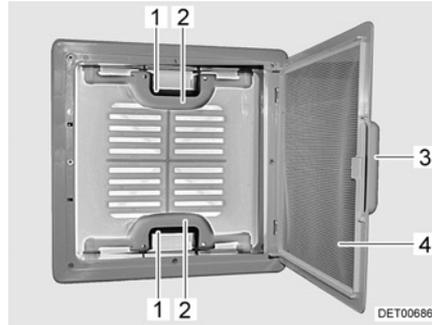

Fig. 33 Claraboya con cierre de resorte
- Tirar del tirador (Fig. 33,3).
- Plegar hacia abajo la protección contra insectos (Fig. 33,4).
- Presionar el cierre de resorte (Fig. 33,1) hacia el lado interior de la claraboya. Presionar simultáneamente hacia arriba la claraboya con el tirador (Fig. 33,2).
- Plegar hacia arriba la protección contra insectos (Fig. 33,4) hasta que engatille.
- Tirar la claraboya enérgicamente hacia abajo por los dos tiradores (Fig. 33,2), hasta que los dos cierres de resorte (Fig. 33,1) hayan engatillado.